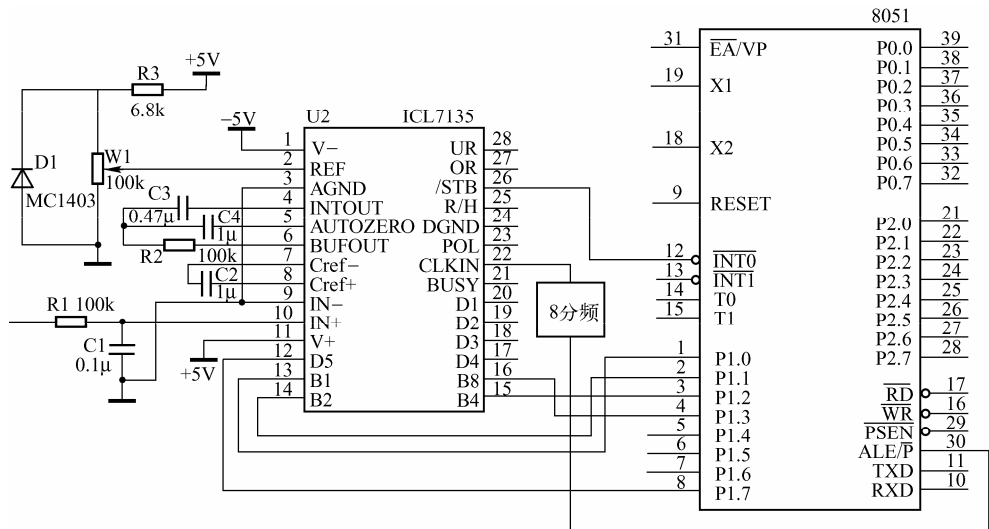

图 6.35 ICL7135 与 8051 单片机的接口电路
(3) ICL7135 与 51 单片机接口。如图 6.35 所示是 ICL7135 与 8051 单片机的接口电路。